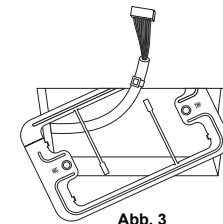

Abb. 3
2. Führen Sie das Kabel durch den mitgelieferten Montagebügel und führen Sie den Bügel in das Installationsloch ein. (Abb. 3)